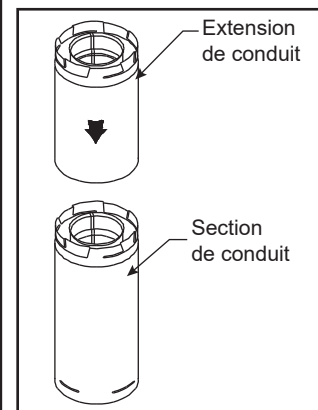

Figure 3.34
1. Si des longueurs ou des distances exactes doivent être respectées entre les déviations des coudes ou ailleurs, utilisez des extensions de conduit raccordées aux sections de conduit standard (figure 3.34).